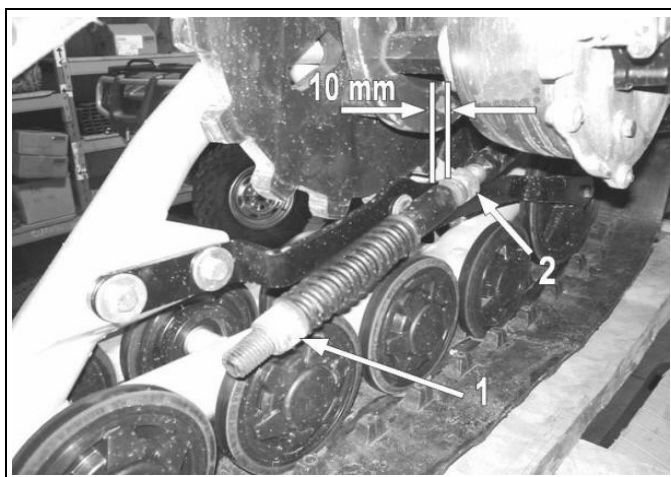

Figura 8
- Allentare il dado (1) comprimendo la molla della barra di stabilizzazione (vedere Figura 8).
- Regolare il dado (2) per ottenere una distanza di 10 mm come mostra la figura.
- Girare il dado (1) fino a farlo entrare in contatto con la molla, comprimere in seguito la molla girando il dado 1.5 volte.